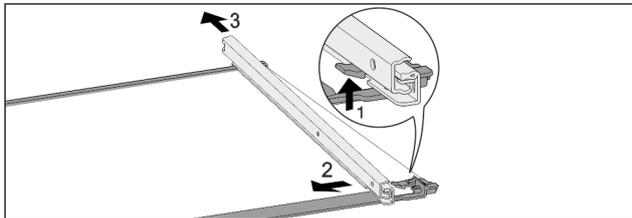

Fig. 52 Glasplatte mit Schienen
- ▶ Vorderen Rasthaken nach oben drücken. *Fig. 52 (1)*
- ▶ Auszugsschiene zur Seite *Fig. 52 (2)* und nach hinten *Fig. 52 (3)* wegschieben.